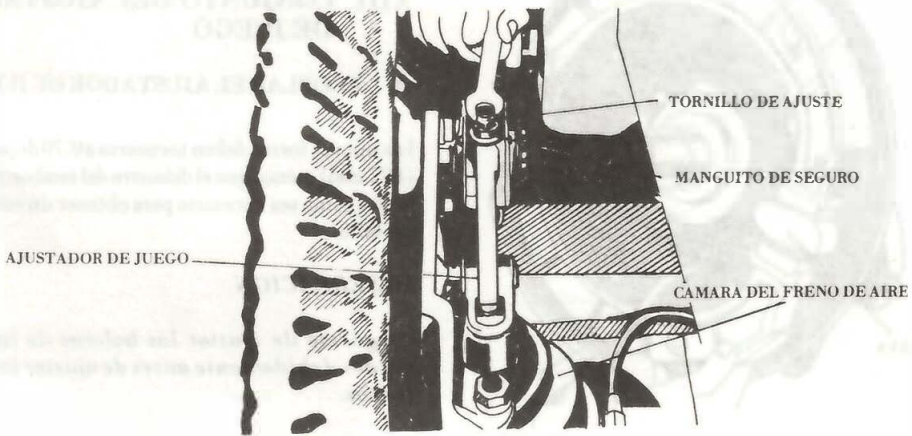

Fig. 9- Ajuste del ajustador de juego de la zapata
- 3º Gire el tornillo de ajuste del ajustador de juego hasta que las zapatas estén firmemente apretadas contra el tambor (fig. 9). Entonces retroceda el tornillo de ajuste hasta que las ruedas giren libremente con un ligero arrastre.